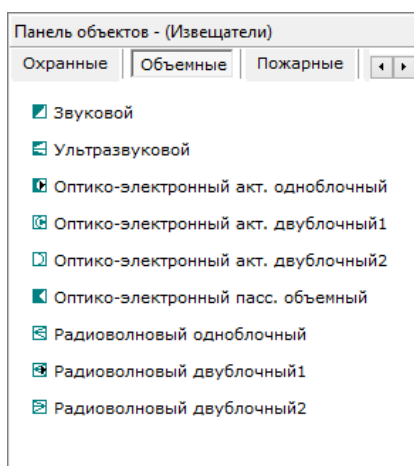

Рисунок 6-485 Панель объектов - Извещатели вкладки "Объемные"
- Объемные (см. Рисунок 6-485),